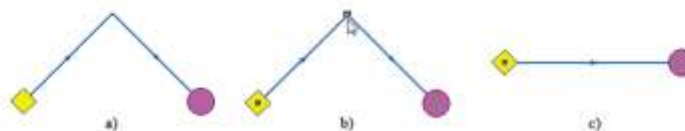

Рисунок 6.9. Удаление точки перелома
2. Отметить удаляемый узел, для этого подвести курсор к удаляемому узлу и нажать левую клавишу мыши. Отмеченный узел будет выделен квадратом черного цвета (смотрите Рисунок 6.9. «Удаление точки перелома»б);
3. Нажать кнопку  панели инструментов или клавишу Delete клавиатуры, либо щелкнуть правой кнопкой мыши и выбрать Удалить точку перелома. Точка перелома будет удалена и участок автоматически выпрямится. (смотрите Рисунок 6.9. «Удаление точки перелома»с).